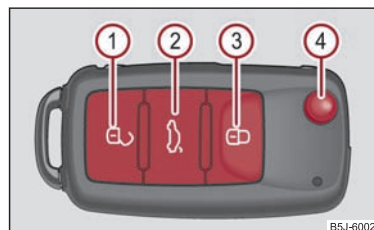

Fig. 31 Cheia cu telecomandă
- Apăsați tasta ① ⇒ fig. 31 circa 1 secundă.
- Apăsați tasta ② circa 1 secundă ⇒ fig. 31.